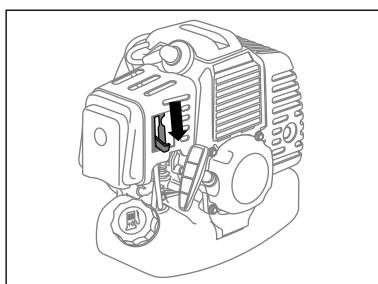

fig. 13
- Apăsați maneta de accelerare de pe maneta de comandă și fixați-o cu un fixator (fig. 13).
- Mișcați maneta robinetului de aer în jos, apoi apăsați maneta de accelerare pentru deblocare (fig. 13).